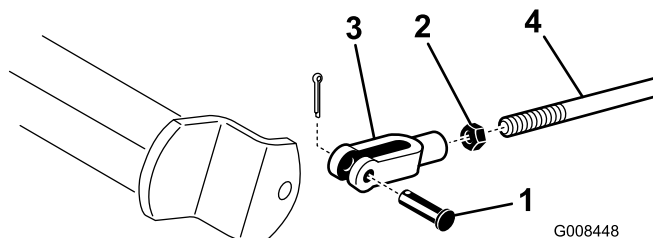

Рисунок 46
2. Если тормоза блокируются неравномерно, отсоедините тяги тормозов, сняв шплинт и палец с буртиком (Рисунок 46).
3. Отпустите затяжную гайку и отрегулируйте вилку должным образом (Рисунок 46).
4. Прикрепите вилку к валу тормоза (Рисунок 46).